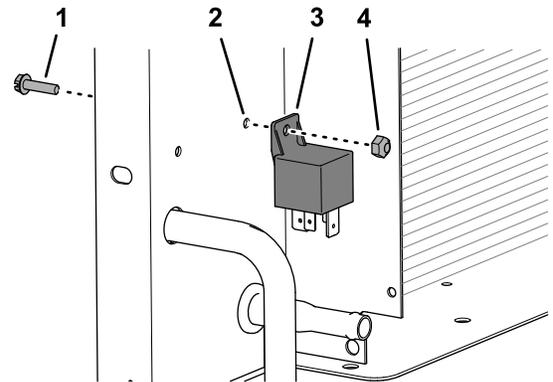

图24
4. 卸下将预热塞继电器固定至散热器的凸缘头螺丝#10 $\times \frac{3}{4}$ 英寸和锁紧螺母#10然后取下继电器图24。